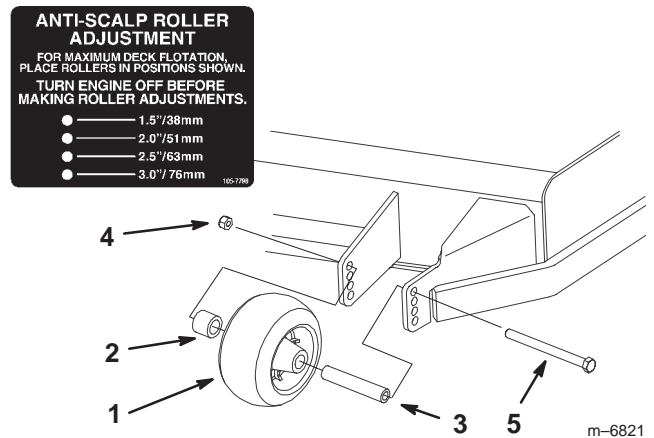

Figure 18
2. Après avoir réglé la hauteur de coupe, réglez les galets en retirant l'écrou à collerette, la bague, l'entretoise et le boulon (Fig. 18).
3. Choisissez le trou pour que le galet de protection du gazon se trouve le plus près possible de la hauteur de coupe correspondante voulue (Fig. 18).
4. Posez l'écrou à collerette, l'entretoise, la bague et le boulon. Serrez à 54–61 Nm (40–45 pieds-livre) (Fig. 18).